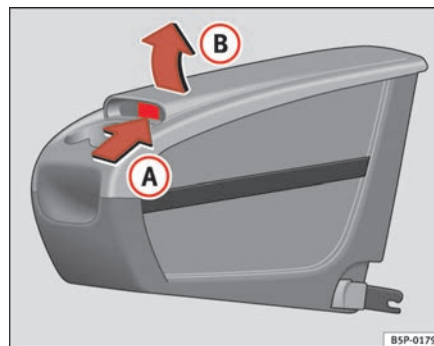

Fig. 114 Portaobjetos móvil. Apertura
- Levante la tapa **(B)**, por la zona **(A)** ⇒ página 149, fig. 114.